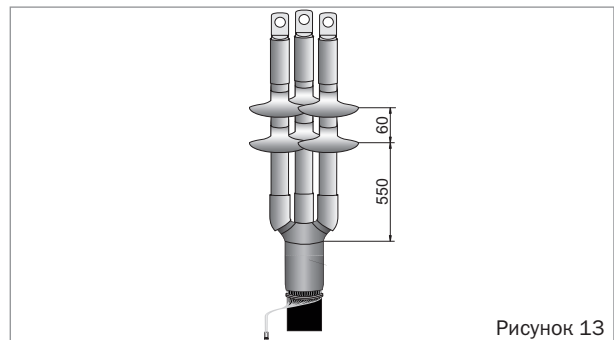

Рисунок 13
- по два термоусаживаемых изолятора с интервалом 60 мм между изоляторами и усадить, начиная с нижнего (рисунок 13).